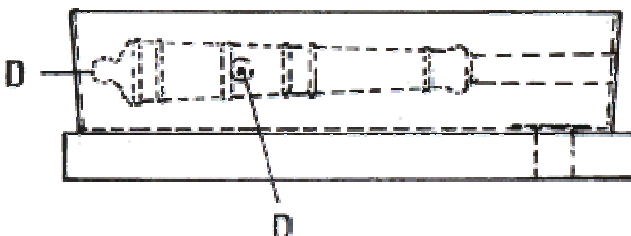

Abb. 6: Das Modell wird mit drei Drähten (D) in Schwebe-position gebracht.
1. Nachdem die Bodenbohrung von innen mit einem Stück Klebeband zugeklebt ist, wird das Modell in Position gebracht, und es werden die Drähte eingesteckt (Abb. 6). Durch leichtes Verbiegen läßt sich das Modell jetzt in beiden Richtungen in eine waagerechte Lage bringen.